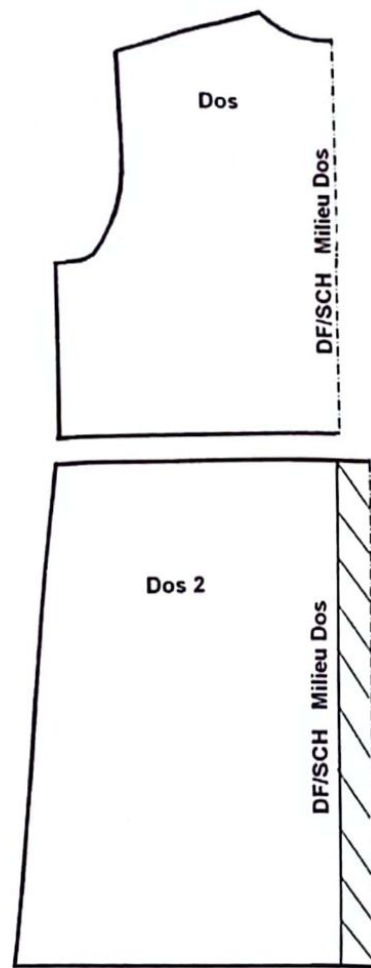

FIG. 7
- Ajoutez la moitié de la valeur d'un pli creux parallèlement au milieu dos (exemple : 4 à 8 cm) (fig.7)